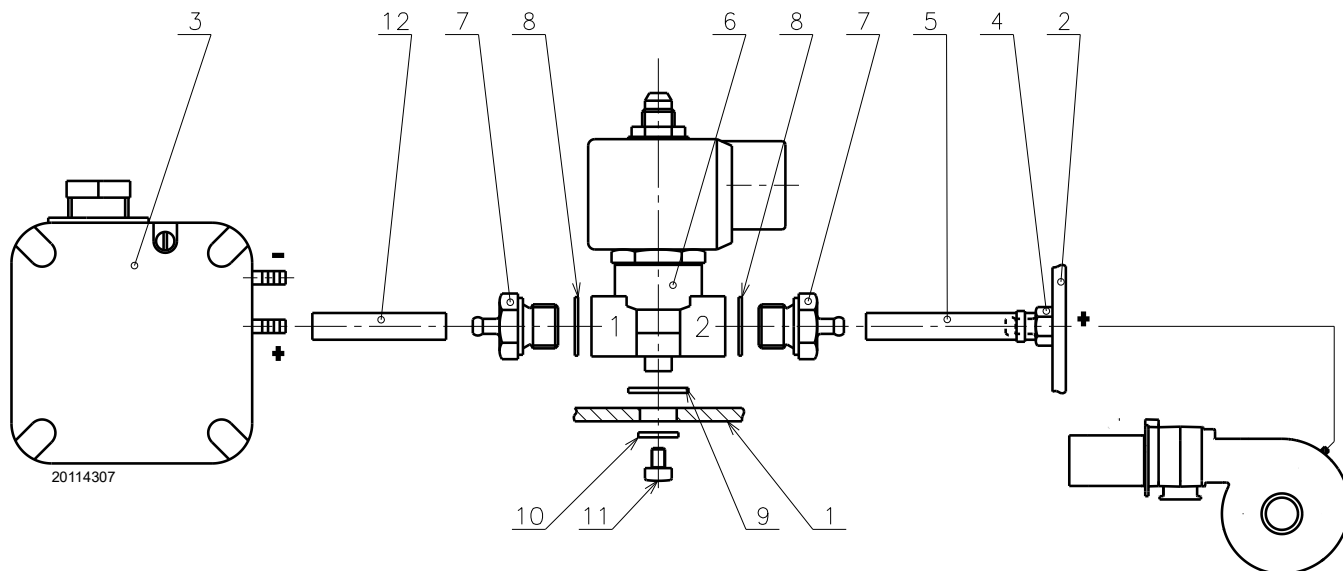

Fig. 1
- assemblare i raccordi 7)(Fig. 1) alla valvola 6) interponendo le guarnizioni 8), quindi fissare la valvola mediante l'ausilio della vite 11), interponendo le rondelle 9) e 10) fornite a corredo (vedi esempi di fissaggio);